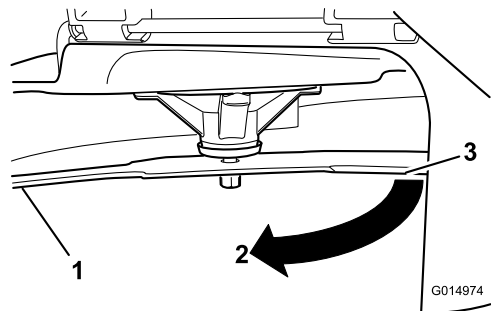

Figura 59
3. Distancia medida entre la cuchilla y la superficie (A)
4. Gire la misma cuchilla 180 grados de manera que el otro extremo esté en la misma posición (Figura 59).